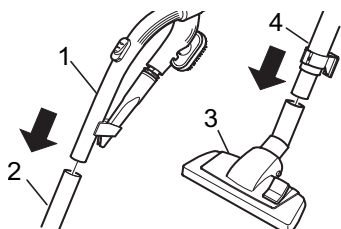

Abb. 3
2. Stecken Sie den Handgriff (Abb. 3/1) in das obere Ende des Teleskoprohrs (Abb. 3/2).
3. Stecken Sie die Bodendüse (Abb. 3/3) auf das untere Ende des Teleskoprohrs (Abb. 3/4).